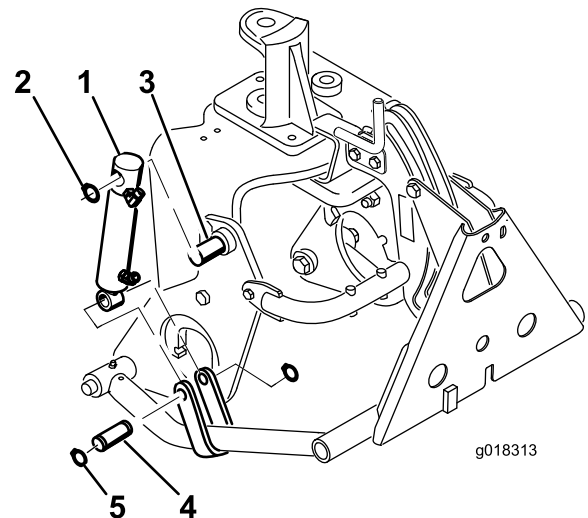

図 12
- 油圧シリンダの胴体の上部を、右側のプラウ・プレートのピンに取り付け、リテーナ・リングで固定する (図 12)。このとき、シリンダの油圧ポートが前を向くように取り付けること。
- ピン1本とリテーナ・リング2本を使って、シリンダ・ロッドをプッシュ・アームのストラップに取り付ける (図 12)。